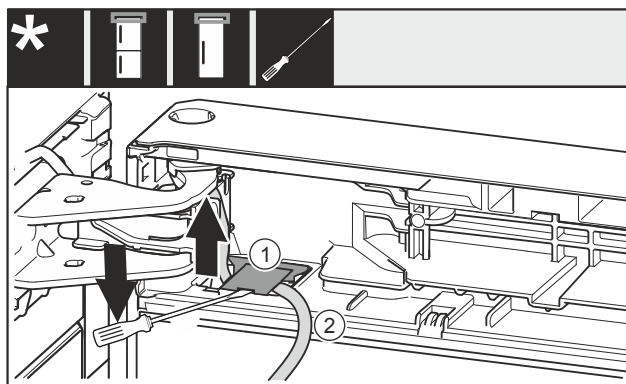

Fig. 24
- Mit Schlitzschraubendreher die Abdeckung Fig. 24 (1) anheben und herausziehen.
- Kabel Fig. 24 (2) herausziehen.